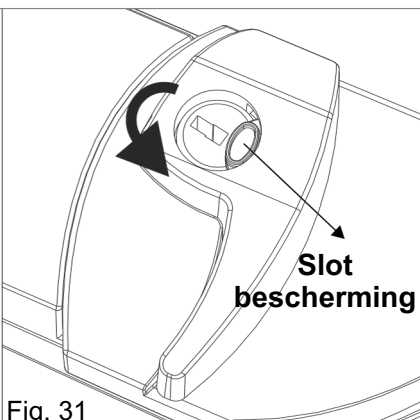

Fig. 31
1. Draai de beschermkap van het slot linksom (Fig. 31)